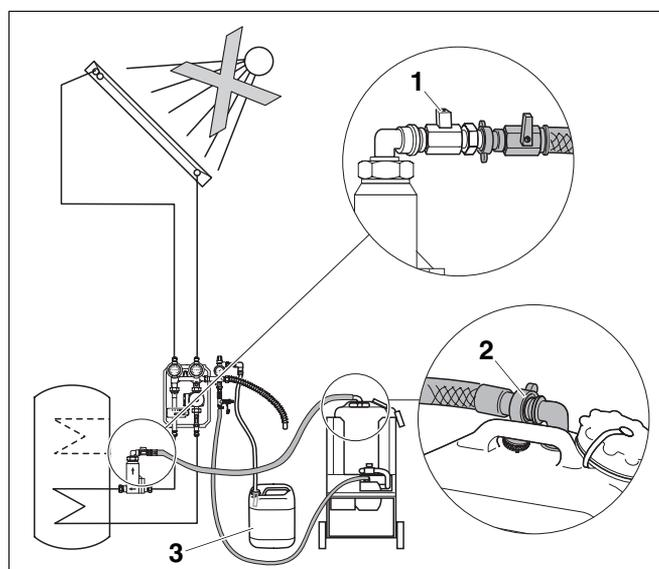

Abb. 10 Rücklaufschlauch montieren und Ablassschlauch in den Kanister enden lassen
- Montieren Sie den Rücklaufschlauch (¾") mit dem Kugelhahn am FE-Hahn des Luftabscheiders (Abb. 10, **Pos. 1**) der Solaranlage und am oberen Behälteranschluss (Abb. 10, **Pos. 2**).
- Lassen Sie den Ablassschlauch der Sicherheitsgruppe in den Solarfluid-Kanister (Abb. 10, **Pos. 3**) oder in die Öffnung im Kanister der Befüllstation enden.